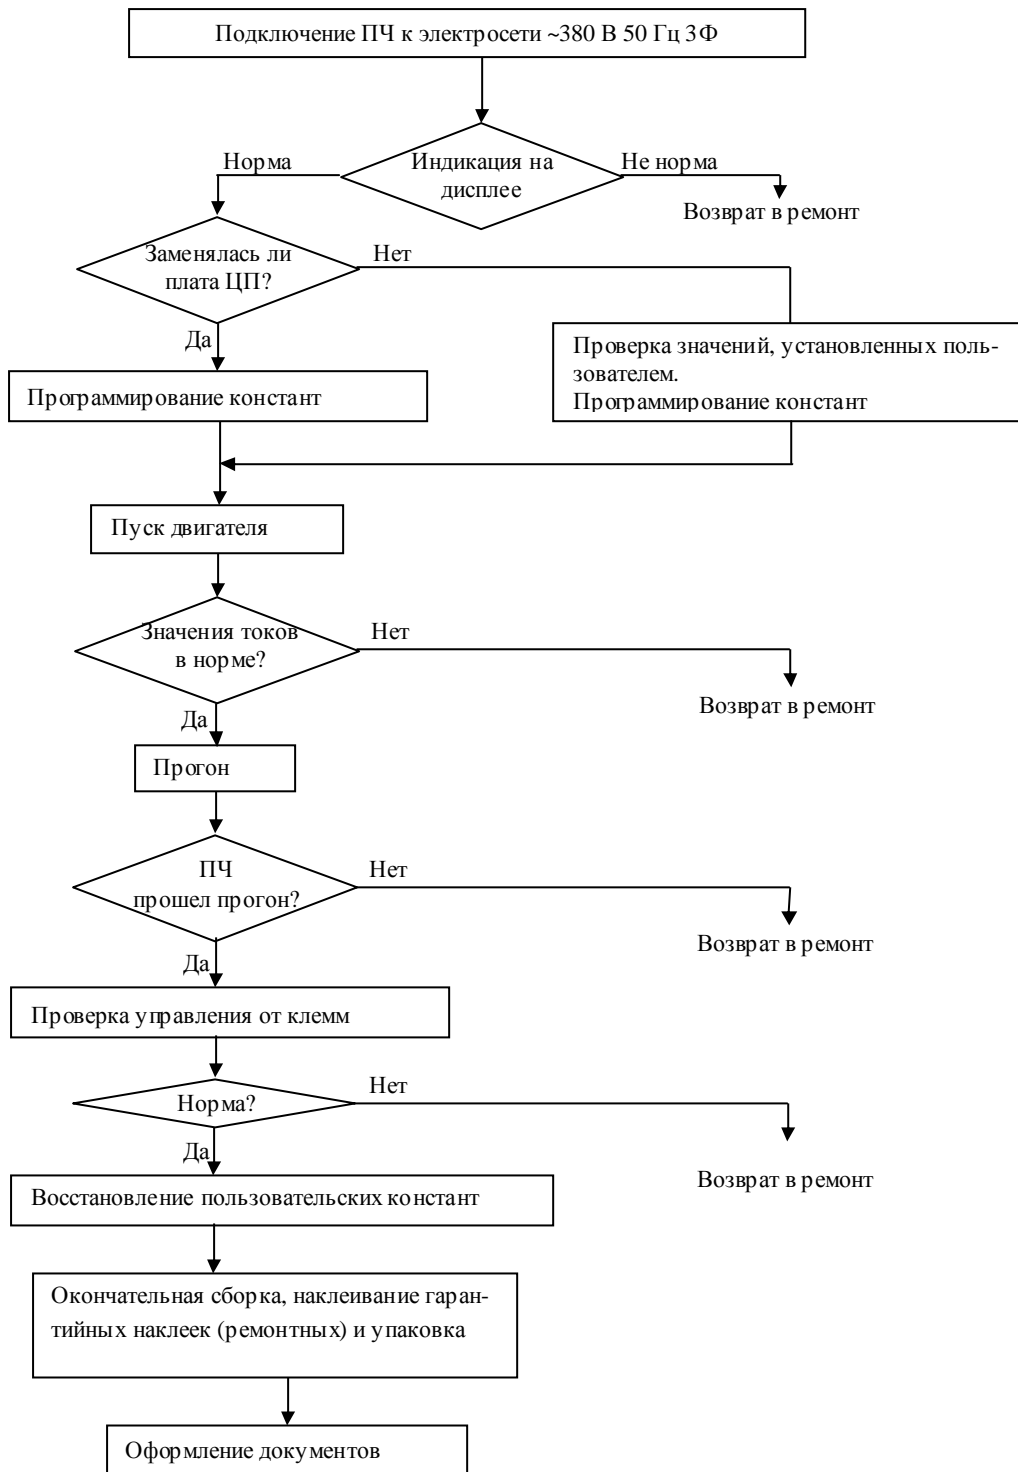

Рис. 8.1 Блок-схема выходного контроля
8.1. Блок-схема выходного контроля преобразователя частоты E2-8300-020H приведена на рис.8.1.